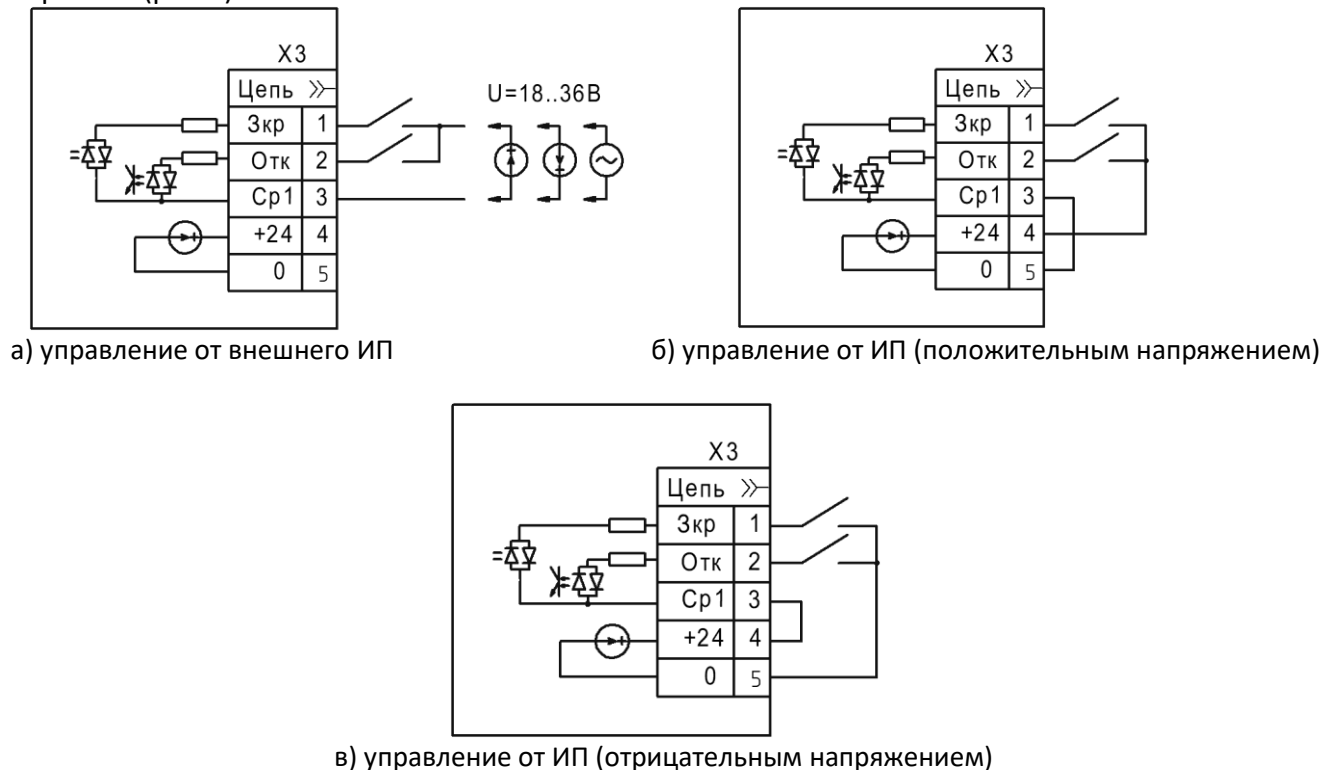

Рисунок 3 - Варианты управления дискретными входами
1.5.7 Входы являются двунаправленными, поэтому управление может осуществляться подачей на входы положительного (клемма «+24») или отрицательного (клемма «0») напряжения (см. рисунок 3).
1.6.2 Напряжение на управляющие входы «Зкр» и «Отк» может подаваться как от внешнего источника 18-36 VDC/VAC, так и от клемм внутреннего источника +24В (рис.3).
1.6.3 Входы «Зкр» и «Отк» являются двунаправленными и допускают подачу напряжения любой полярности (рис.3).